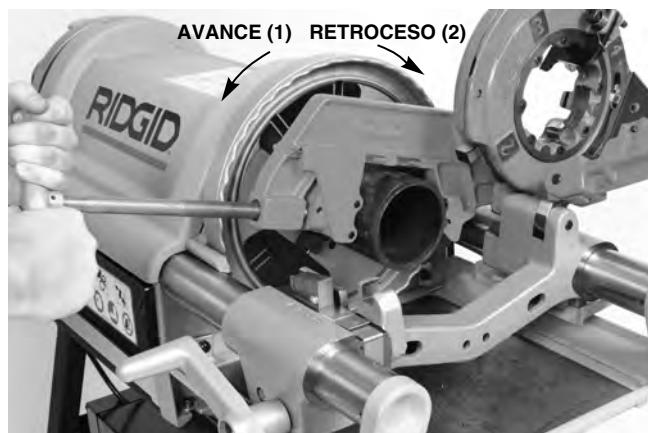

Figura 21 – Corte de un tubo con el cortador 764: rotación de la máquina
4. Con las dos manos, agarre la manilla del tornillo de alimentación (*Figura 21*).